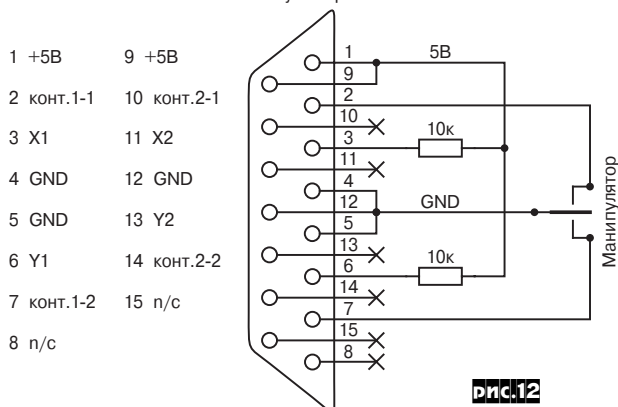

рис.12
1. Подключить манипулятор к порту джойстика в соответствии со схемой на **рис. 12** и **таблицей** (на схеме показан вариант для одного манипулятора, а в табл. описан вариант для двух манипуляторов):